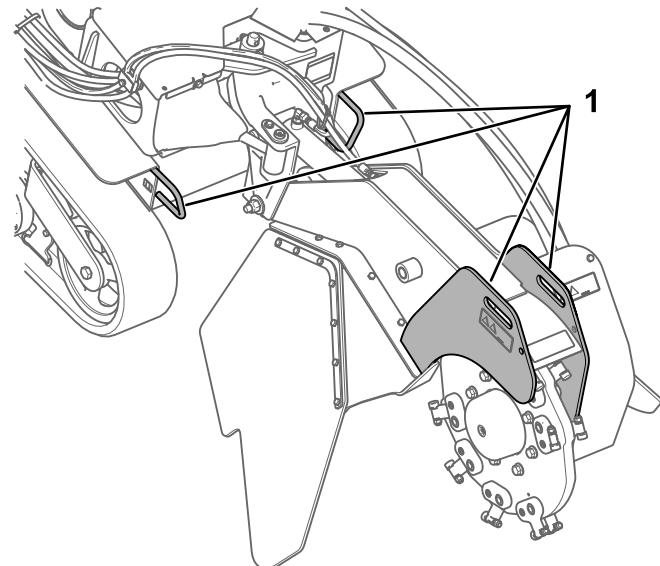
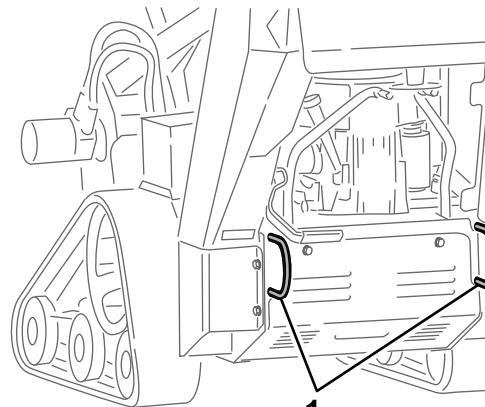

Figura 22
Figura 23
3. Fissate la macchina al rimorchio con catene o cinghie utilizzando gli anelli di attacco/sollevamento sulla parte anteriore e posteriore della macchina (Figura 22 e Figura 23). Fate riferimento alle ordinanze locali per i requisiti relativi ai rimorchi e ai punti di attacco.
La macchina può essere sollevata utilizzando gli anelli di attacco/sollevamento come punti di sollevamento (Figura 22 e Figura 23).